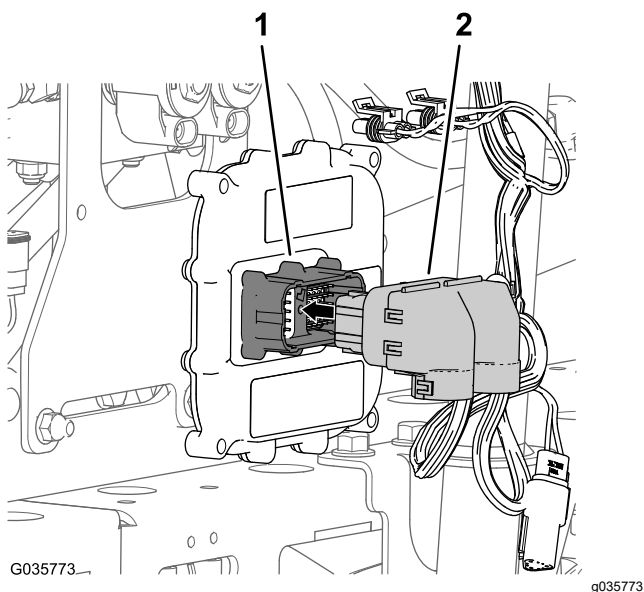

図 28
2. ソニックブーム用のワイヤハーネスの 50 ソケットコネクタを、電子コントローラの 50 ピンコネクタに接続し、コネクタ同士をソケットヘッドねじで固定する 図 28。